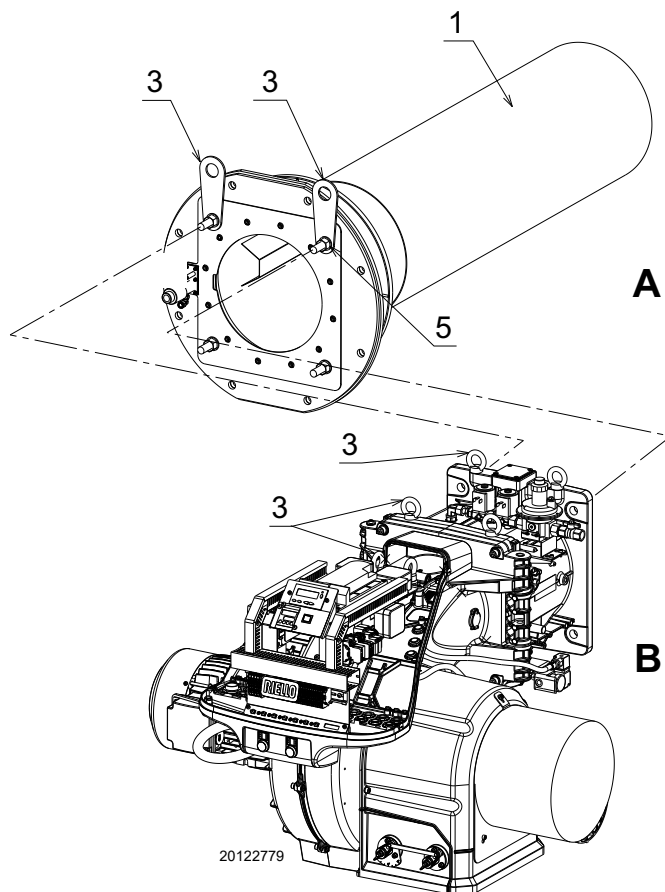
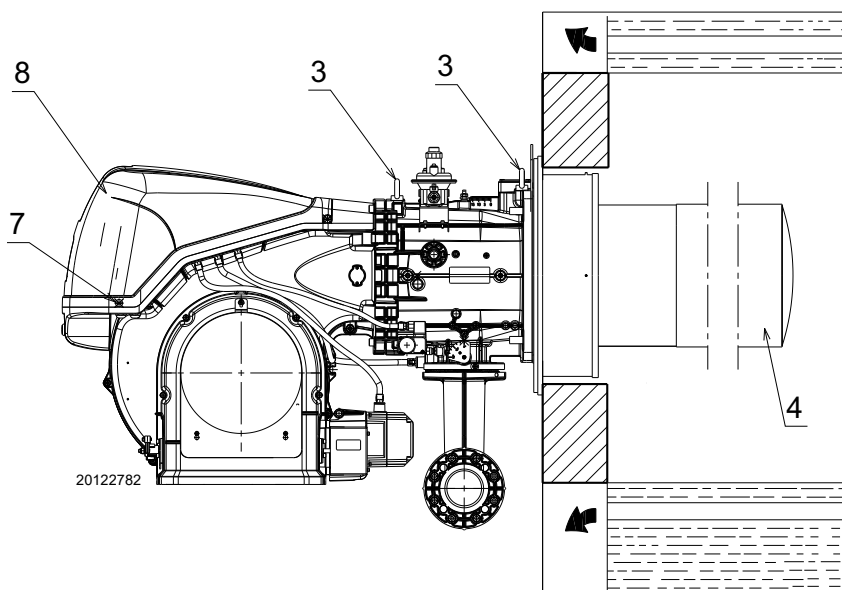

Fig. 18
Fig. 19
Predisporre un adeguato sistema di sollevamento agganciandosi agli anelli 3)(Fig. 18), dopo aver tolto le viti 7) di fissaggio del cofano 8).
- Predisporre un adeguato sistema di sollevamento agganciandosi agli anelli 3)(Fig. 18) del gruppo testa 1).
- Infilare il gruppo testa sul foro caldaia precedentemente predisposto (Fig. 18) e fissare con le viti M18.
- Sollevare il bruciatore mediante gli anelli 3)(Fig. 18) dopo aver tolto le viti 7) di fissaggio cofano 8)(Fig. 19).
- Fissare il bruciatore sul gruppo testa con i dadi 5)(Fig. 18) dati a corredo.